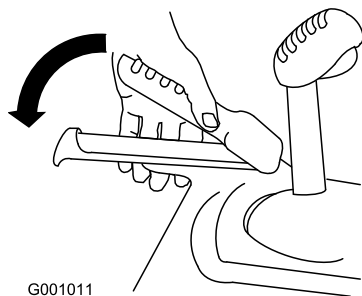

Bild 20
1. Drücken Sie zum Einkuppeln des Fahrantriebs den linken Hebel (Fahrantrieb) zum Handgriff (Bild 20).